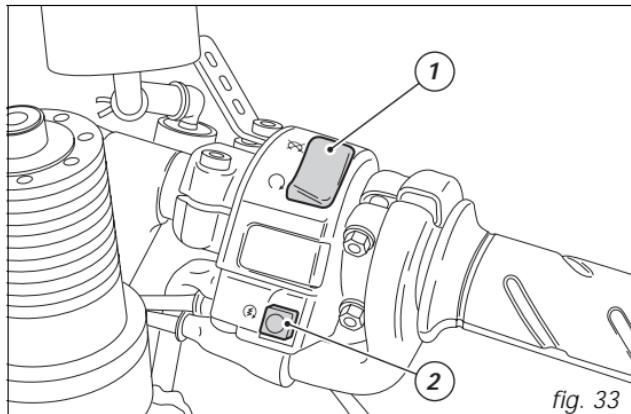

fig. 33
- 2) Accertarsi che l'interruttore d'arresto (1, fig. 33) sia nella posizione $\textcircled{\text{P}}$ (RUN), premere quindi il pulsante avviamento (2, fig. 33).